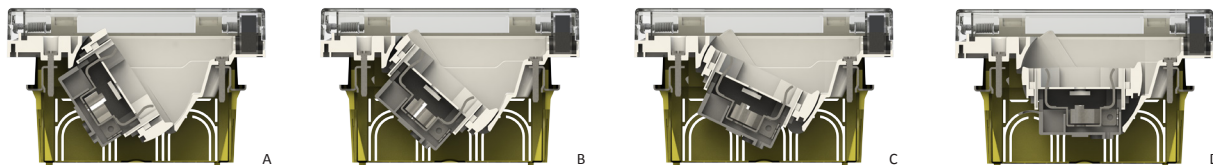

abb. 4
- Versuchen das schräge Gestell zu bewegen zur Kontrolle, ob die Bewegung vollständig ist (abb. 4-A,B,C,D).
- Попробуйте подвигать откидную подставку, убедившись в том, что ей ничего не мешает (рис. 4-A,B,C,D).